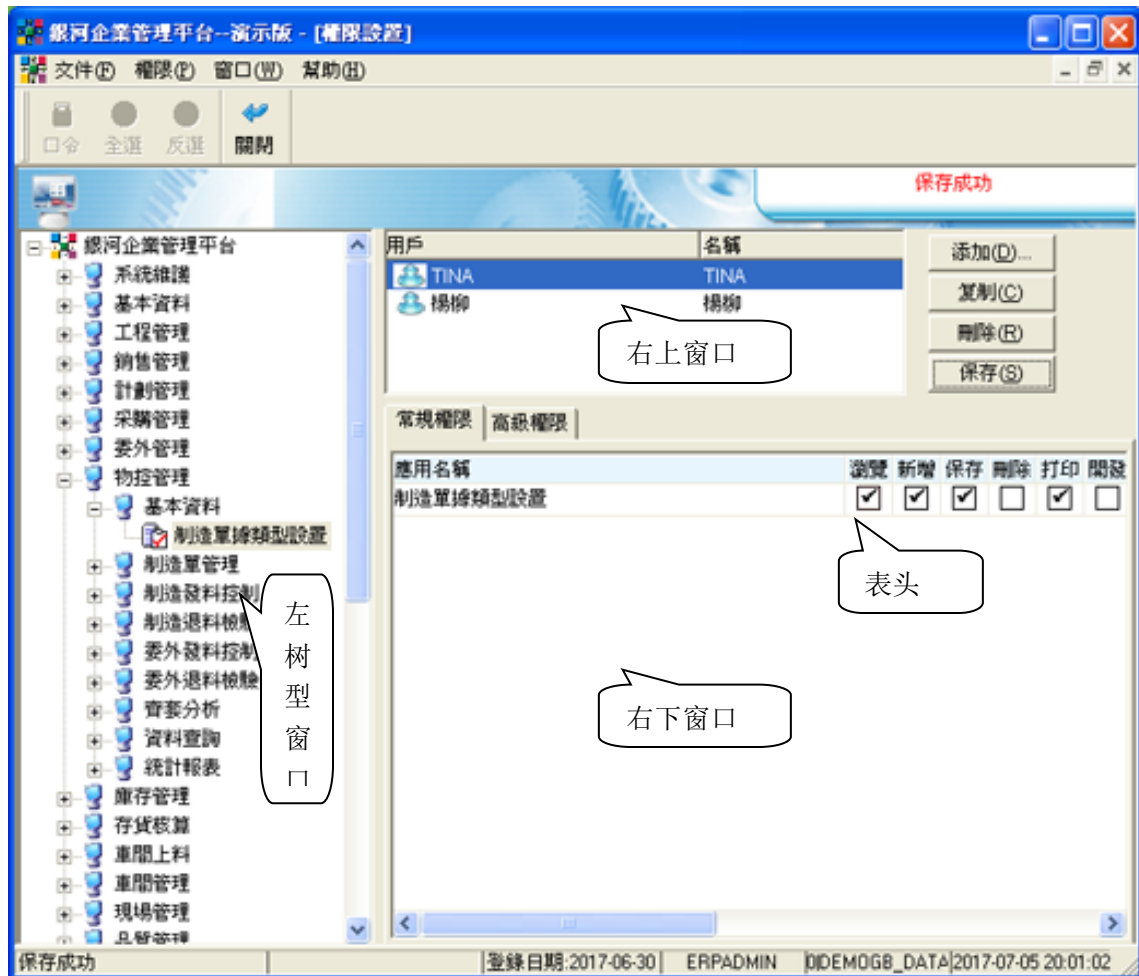

图 9
步骤二：在开启的“选择用户或组”窗口（见图 9）中选择 bom01 用户后点击“确认”返回图 8 中，在图 8 的右上窗口可以看到刚添加的 bom01 用户；
步骤一：先在图 8 的左树型窗口单击“基本资料/料品资料维护”，再点击右上窗口中的 bom01 用户，再点击图 8 右下窗口的“高级权限”标签页（见图 9）
步骤二：在图 9 的右窗口中找到“【标签：tab\_1】/进销存【用户对象：tabpage\_2】”，将其“☐”打“√”，图 9 的左窗口会显示一行记录：“tabpage\_2、进销存、只读”
步骤三：检查图 9 的左窗口此记录的“状态”栏位的值，此权限应设为“只读”
步骤二：在图 9 的右窗口中找到“【标签：tab\_1】/MRP 计划【用户对象：tabpage\_3】”和“【标签：tab\_1】/品质【用户对象：tabpage\_4】”，将其“☐”打“√”，图 9 的左窗口会显示两行记录：“tabpage\_3、MRP 计划、只读”；“tabpage\_4、品质、只读”
步骤三：修改图 9 左窗口中“状态”栏位的值，将两行记录的“状态”栏位值改为“隐藏”
步骤三：在图 9 的右窗口中找到“【标签：tab\_1】/财务【用户对象：tabpage\_7】/【数据窗口：dw\_d7】/采购最低价：【字段：dw\_d7.pur\_low\_pri】”，将其“☐”打“√”，图 9 的左窗口会显示一行记录：“dw\_d7.pur\_low\_pri、采购最低价、只读”
步骤四：修改图 9 左窗口中“状态”栏位的值，将步骤三中的记录的“状态”栏位值改为“隐藏”
- 步骤五：在图 9 的右窗口中找到 “【标签：tab\_1】/ 财务【用户对象：tabpage\_7】/ 【数据窗口：dw\_d7】/ 采购最新价：【字段：dw\_d7.pur\_new\_pri】”，将其 “☐” 打 “√”，图 9 的左窗口会显示一行记录：“dw\_d7.pur\_new\_pri、采购最新价、只读”
- 步骤六：检查图 9 的左窗口步骤五中的记录的 “状态” 栏位的值，此权限应设为 “只读”
- 步骤二：在图 9 的右窗口中找到 “【数据窗口：dw\_m】”，将其 “☐” 打 “√”，图 9 的左窗口会显示一行记录：“dw\_m.、 、只读”
- 步骤三：修改图 9 左窗口中 “状态” 栏位的值，将步骤二中的记录的 “状态” 栏位值改为 “读写”
- 步骤四：修改图 9 左窗口中 “条件” 栏位的值，点击步骤二中的记录的 “条件” 栏位的 “...”，在弹出窗口中编写 SQL 语句 `user_no=[of_getuseris()]` 即可
- 步骤五：设置完成后，点击图 9 右上窗口的 “保存” 按钮，将对 A、B、C、D、E、F 权限的设置结果进行保存